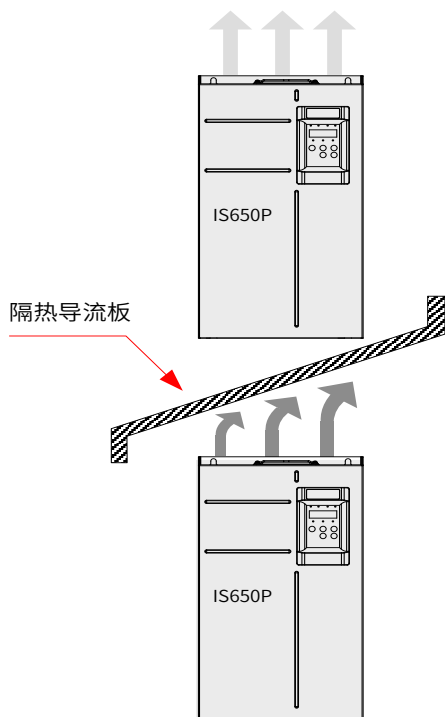

图 2-7 上下安装要求
- 请向上垂直安装驱动器，便于热量向上散发。若柜内有多台驱动器时，请并排安装。在需上下安装の場合，请参考图 2-7，安装隔热导流板。